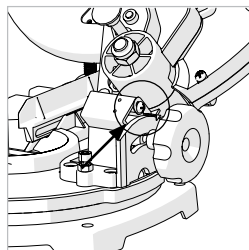

Fig. 21B
- Inclinez la tête de coupe à l'angle souhaité. Une échelle goniométrique est fournie pour aider aux réglages. (**Fig 21B**).